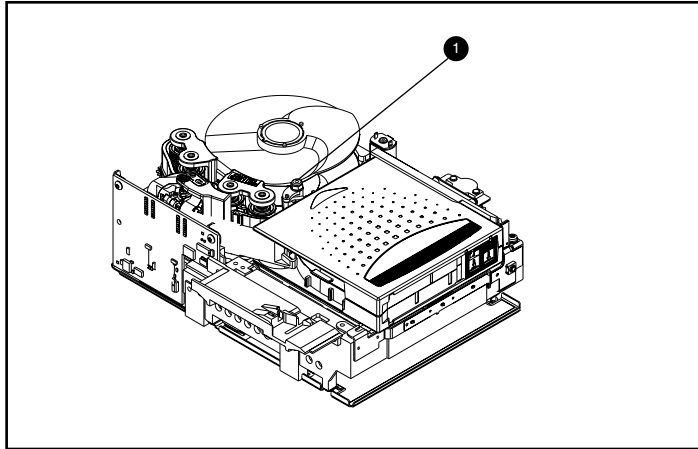

Figura 11: Desconexión de la patilla principal de la placa del cartucho
Para desconectar la patilla central de la placa del cartucho ❶, utilice unas pinzas. A continuación, coloque la patilla principal en los ganchos de la placa (consulte la Figura 11 para obtener la ubicación de la placa).